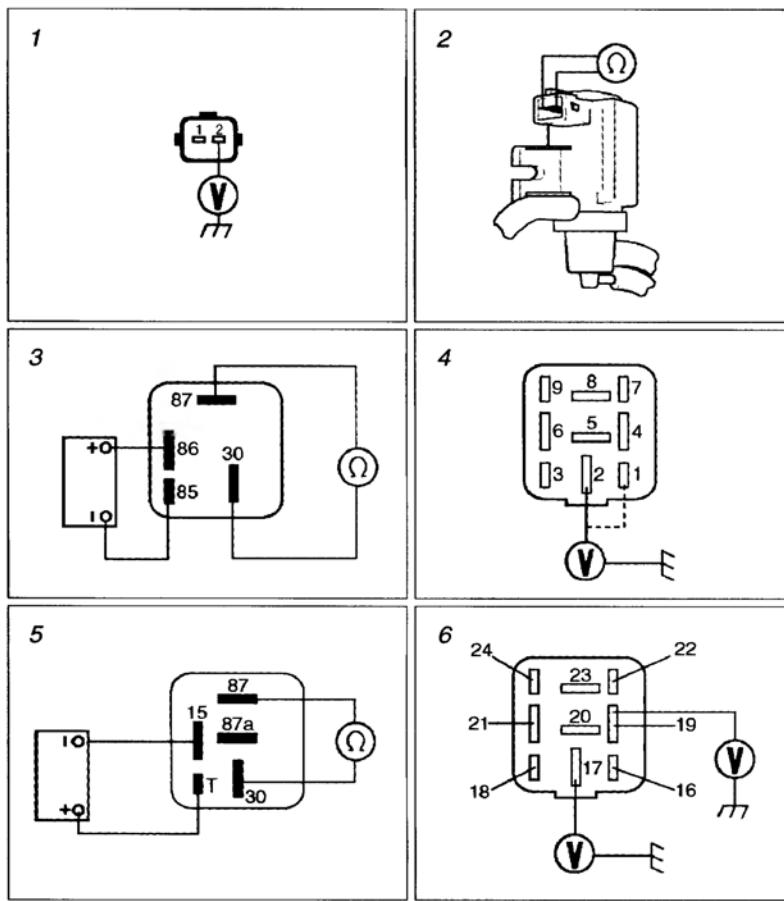

Рис. 10. Контроль выпуска ОГ и система обеспечения ЭСУД
- отключить разъем клапана EGR и при включенном зажигании проверить наличие «+12 В» на контакте «1» разъема жгута клапана (см. рис.10/1), при отсутствии – проверить предохранитель F1, реле K46, замок зажигания и соответствующие соединения;
- проверить сопротивление обмотки соленоида клапана EGR; его величина (между контактами «1–2» разъема клапана) должна лежать в пределах 14...18 Ом (см. рис. 10/2).
– извлечь главное реле питания ЭСУД (K46) из разъема, собрать диагностическую схему (см. рис. 10/3) и проверить его срабатывание, контакты «87-30» должны замкнуться при подключении питания к контактам «86-85»;
– проверить напряжение на контактах «1» и «2» колодки главного реле питания ЭСУД, куда всегда должно поступать «+12 В» (см. рис. 10/4). Если питания нет, проверить замок зажигания и соответствующие соединения;
– извлечь реле свечей накаливания (K22) из разъема, собрать диагностическую схему (см. рис. 10/5) и проверить его срабатывание. Контакты «87-30» должны замкнуться при подаче питания на контакты «15-T»;
– проверить напряжение на контактах «19» («+12 В» при включенном зажигании) и «17» (всегда «+12 В») колодки реле свечей накаливания (см. рис. 10/6). Если питания нет – проверить замок зажигания и соответствующие соединения;